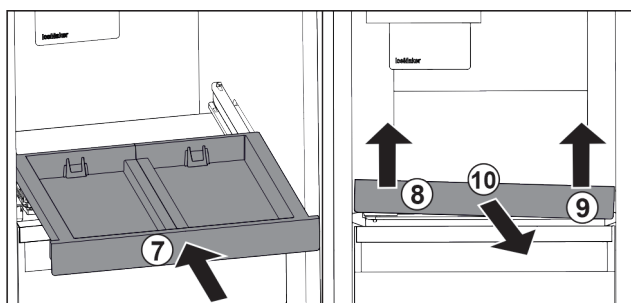

Fig. 125
- ▶ Skjut in utdragshyllan. Fig. 125 (7)
- ▶ Lyft utdragshyllan fram till vänster. Fig. 125 (8)
- ▶ Lyft utdragshyllan fram till höger. Fig. 125 (9)
- ▶ Ta ut utdragshyllan framåt. Fig. 125 (10)